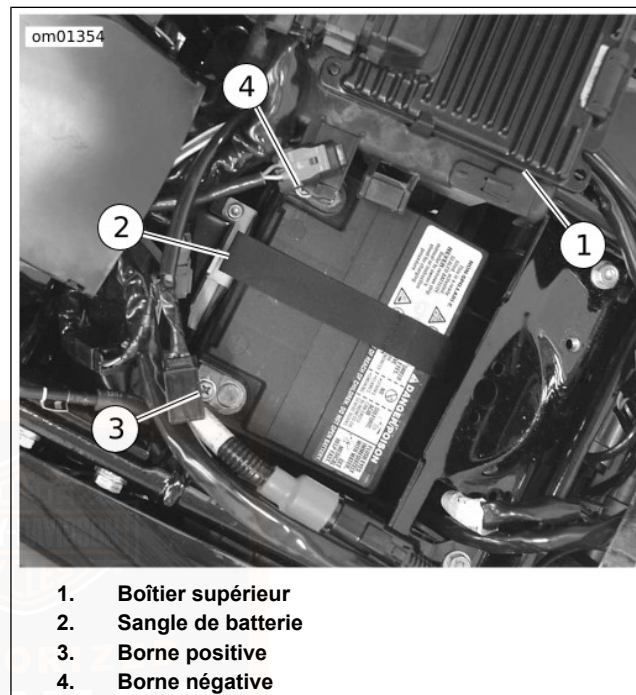

Figure 72. Compartiment de batterie
4. Voir Figure 72. Retirer le câble négatif (noir) de la batterie de la borne négative (-) de la batterie.
1. Voir Figure 72. Placer la batterie complètement chargée dans le compartiment ayant les bornes vers le devant du véhicule. Poser la poignée de la sangle sur le dessus de la batterie.